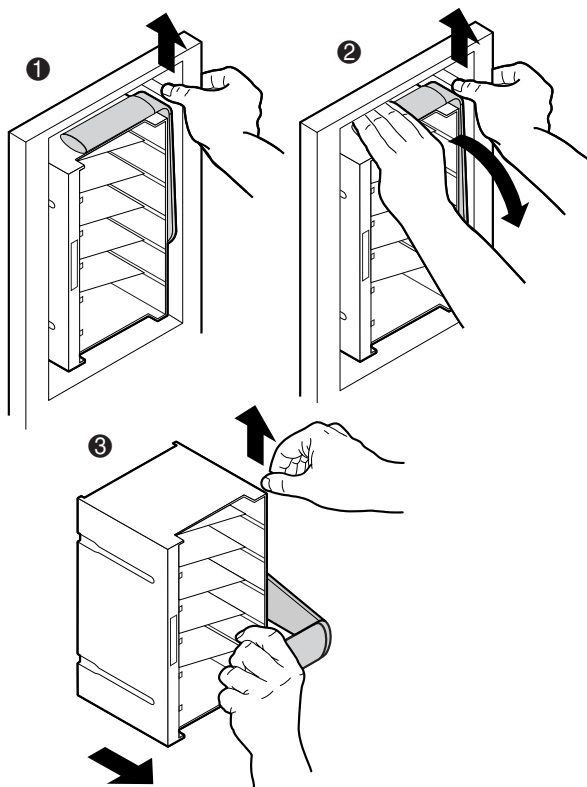

Figura 2-17: Rimozione di un dispositivo di caricamento (caricatore da 6 cartucce)
1. Rilasciare la maniglia del dispositivo di caricamento (❶ Figura 2-17).
2. Con una mano sul dispositivo di sblocco, spingere verso il basso la maniglia del dispositivo di caricamento. (❷ Figura 2-17).
3. Con una mano sul dispositivo di sblocco, rimuovere il dispositivo di caricamento (❸ Figura 2-17).